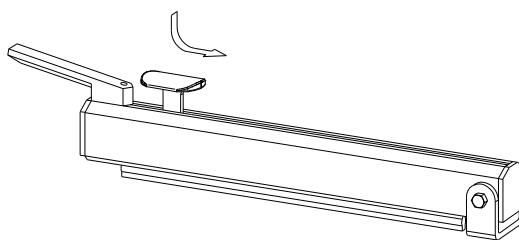

Fig1
- Durch herunterdrücken und verschieben des Messerschlittens nach links und nach rechts, während des Schweiß- und Kühlvorgangs, kann die überschüssige Folie abgeschnitten werden (fig 1).
3. Para cortar, se aprieta el botón rojo en la parte superior del brazo, y se mueve rápidamente la cuchilla hacia la izquierda o hacia la derecha cuando el brazo está colocado sobre la barra selladora (fig. 1).
3. Si nécessaire, on peut couper la partie au dessus de la soudure à l'aide du couteau pressant le bouton rouge et en le faisant passer d'un coté à l'autre du bras, lorsque celui-ci est abaissé (pendant la soudure). (fig. 1).
3. Overskæring af folien sker ved at trykke knivholderen ned og føre denne på tværs af kæben under svejse- og køletiden. (fig 1)
3. Vid avskärning: Pressa ned knivhållaren och för knivsläden snabbt över folien under tiden armen är i nedpressat läge (fig.1).
- Folien kan kuttes ved å trykke den røde knivholderen på sveisearmen ned og samtidig skyve den til den andre siden av armen, mens denne er nede (fig.1).